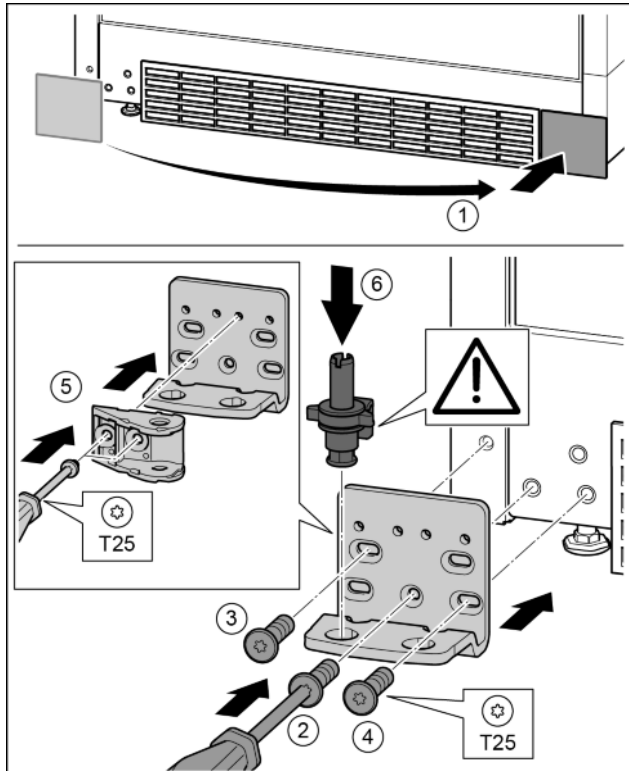

Fig. 30
- ▶ Zdjąć osłonę i założyć z drugiej strony. *Fig. 30 (1)*
- ▶ Płytkę zawiasu założyć z drugiej strony i przykręcić przy pomocy śrubokręta T25. Rozpocząć śruby 2 dolnej umieszczonej na środku. *Fig. 30 (2)*
- ▶ Dokręcić śrubę 3 i 4. *Fig. 30 (3, 4)*
- ▶ Mocowanie drzwi obrócić o 180°. Przykręcić z drugiej strony płytki zawiasu przy pomocy śrubokręta T25. *Fig. 30 (5)*
- ▶ Założyć cały sworzeń płytki zawiasu. Przy tym zwrócić uwagę, by krzywka zatraskowa wskazywała do tyłu. *Fig. 30 (6)*